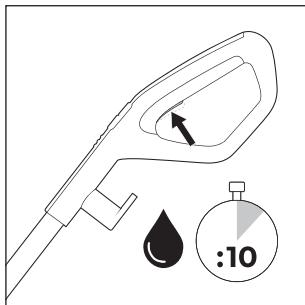
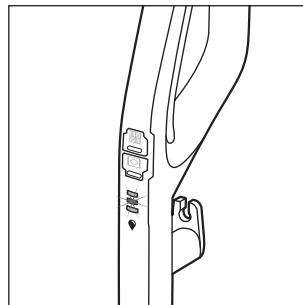

Abb. 18
Abb. 19
- ♦ Halten Sie vor jedem Gebrauch den Schalter Reinigungslösung ⑯ für ca. 10 Sekunden gedrückt, um die Bürstenrolle ⑥ mit Reinigungslösung betriebsbereit zu machen (siehe Abb. 18). Die Anzeige Reinigungslösung ⑫ blinkt abwechselnd blau auf, wenn der Schalter Reinigungslösung ⑯ gedrückt gehalten wird (s. Abb. 19).